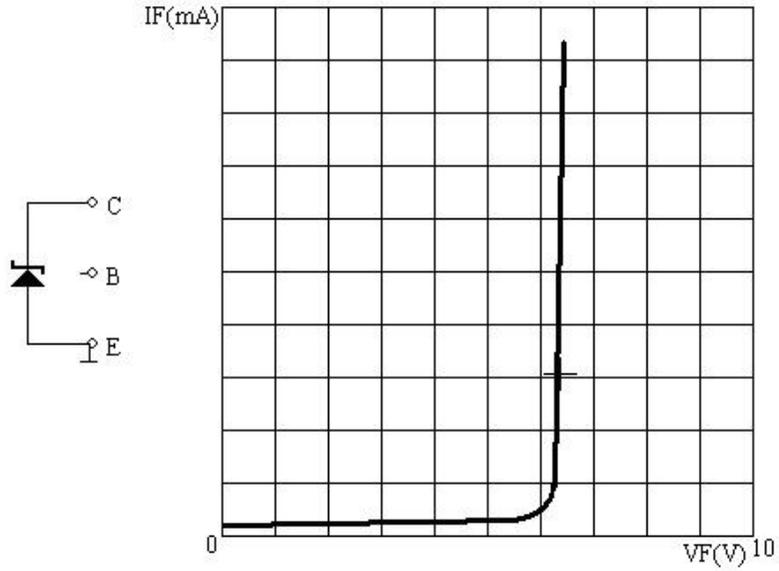

图 10
7. 稳压二极管 2CW37-6. 2V 特性曲线(图 10)